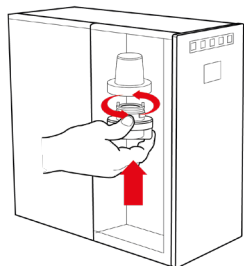

Fig. 1-29
28.6 – Inserire il tappo per sanificazione con il sanificante dentro la testata e avvitarlo fino a raggiungere il punto di blocco, ruotandolo da sinistra verso destra, vedi Fig. 1-29.